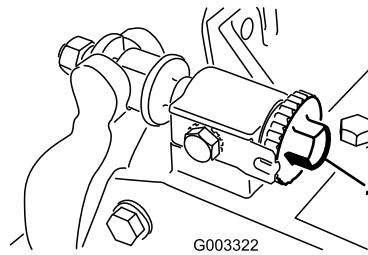

Figura 11
- Coloque a unidade de corte numa superfície de trabalho plana e nivelada. Rode os parafusos de ajuste da barra de apoio no sentido contrário ao dos ponteiros do relógio para assegurar que a barra de apoio não entra em contacto com o cilindro (Figura 11).
- Importante:** Certifique-se de que as porcas nos parafusos da extremidade traseira da barra de apoio não estão apoiadas na superfície de trabalho (Figura 11).